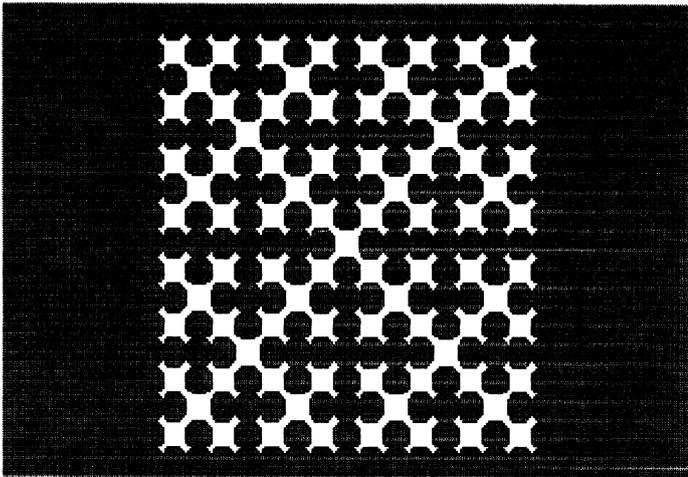

Abbildung 20
3. Beispiel: Die Sierpinski-Kurve (Listing 15, Abbildung 20)
Die Sierpinski-Kurve ist im Gegensatz zur Hilbertkurve eine geschlossene Kurve. Wir lassen von aussen her Farbe einfließen und erhalten so die hübsche Abbildung 20.